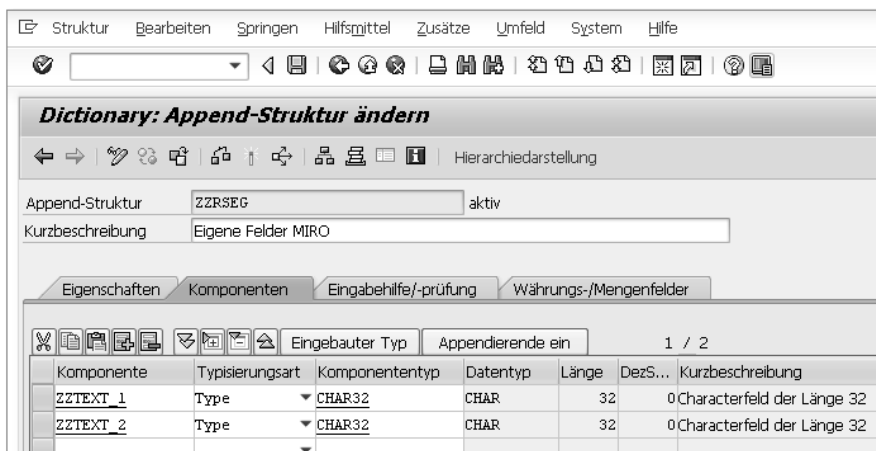

Abbildung 6.2 Append-Struktur ZZRSEG
3. Geben Sie nun wieder die beiden Felder ZZTEXT_1 und ZZTEXT_2 an. Achten Sie unbedingt auf die absolut identische Schreibweise mit den Feldnamen in der Struktur CI_DRSEG_CUST. Verwenden Sie außerdem unbedingt dasselbe Datenelement (CHAR32) für diese Felder (siehe Abbildung 6.2).